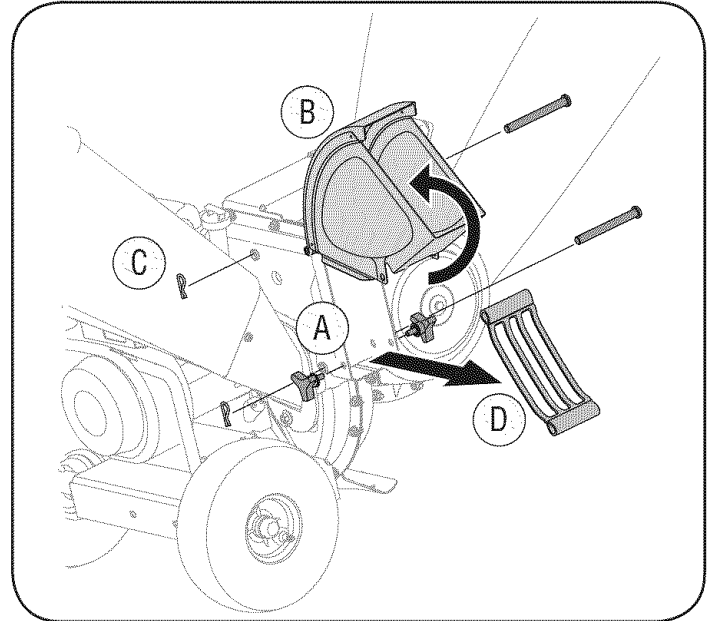

Figura 13
Vea la Figura 13 en la página 15.
3. a. Retire la bolsa y dos perillas a mariposa a cada lado del canal deflector. Vea la Figura 13.
d. Saque la pantalla de desgranado del interior de la caja y limpie la pantalla cepillándola o lavándola con agua. Vea la Figura 13.